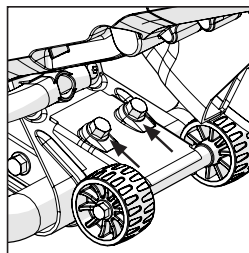

Abb. 10
- Befestigen Sie das Untergestell mit den mitgelieferten Schrauben an der Maschine. **(Abb. 10)**